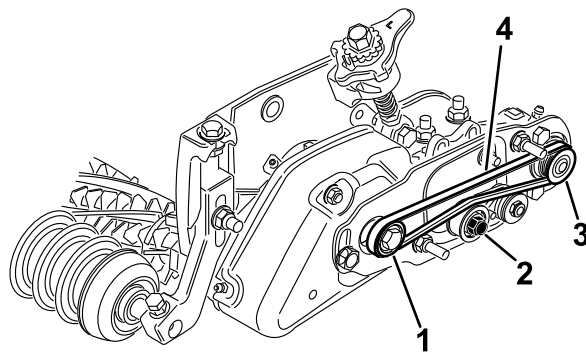

図 32
- 受動プーリにベルトを回しかけ、次にアイドルプーリに上からベルトを掛ける [図 32]。
- 駆動プーリを回してベルトを回転させる [図 32]。